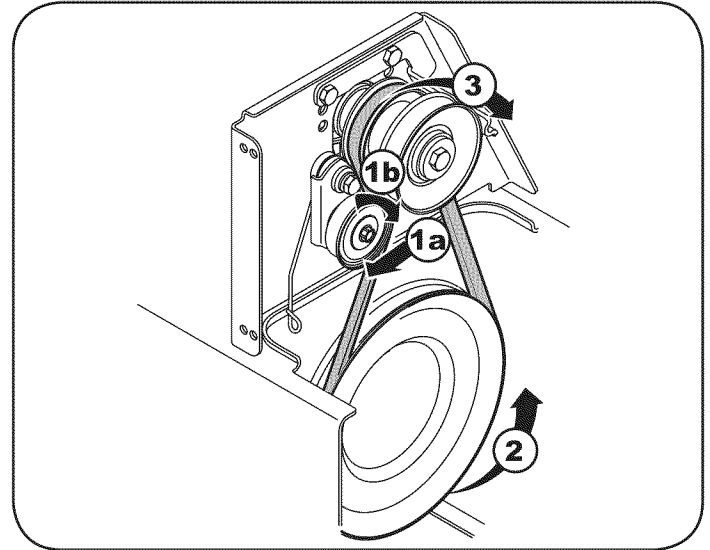

Figura 35
- Tire de la polea polea lejos de la parte trasera de la unidad cinturón para aliviar la tensión. Vea la Figura 35.